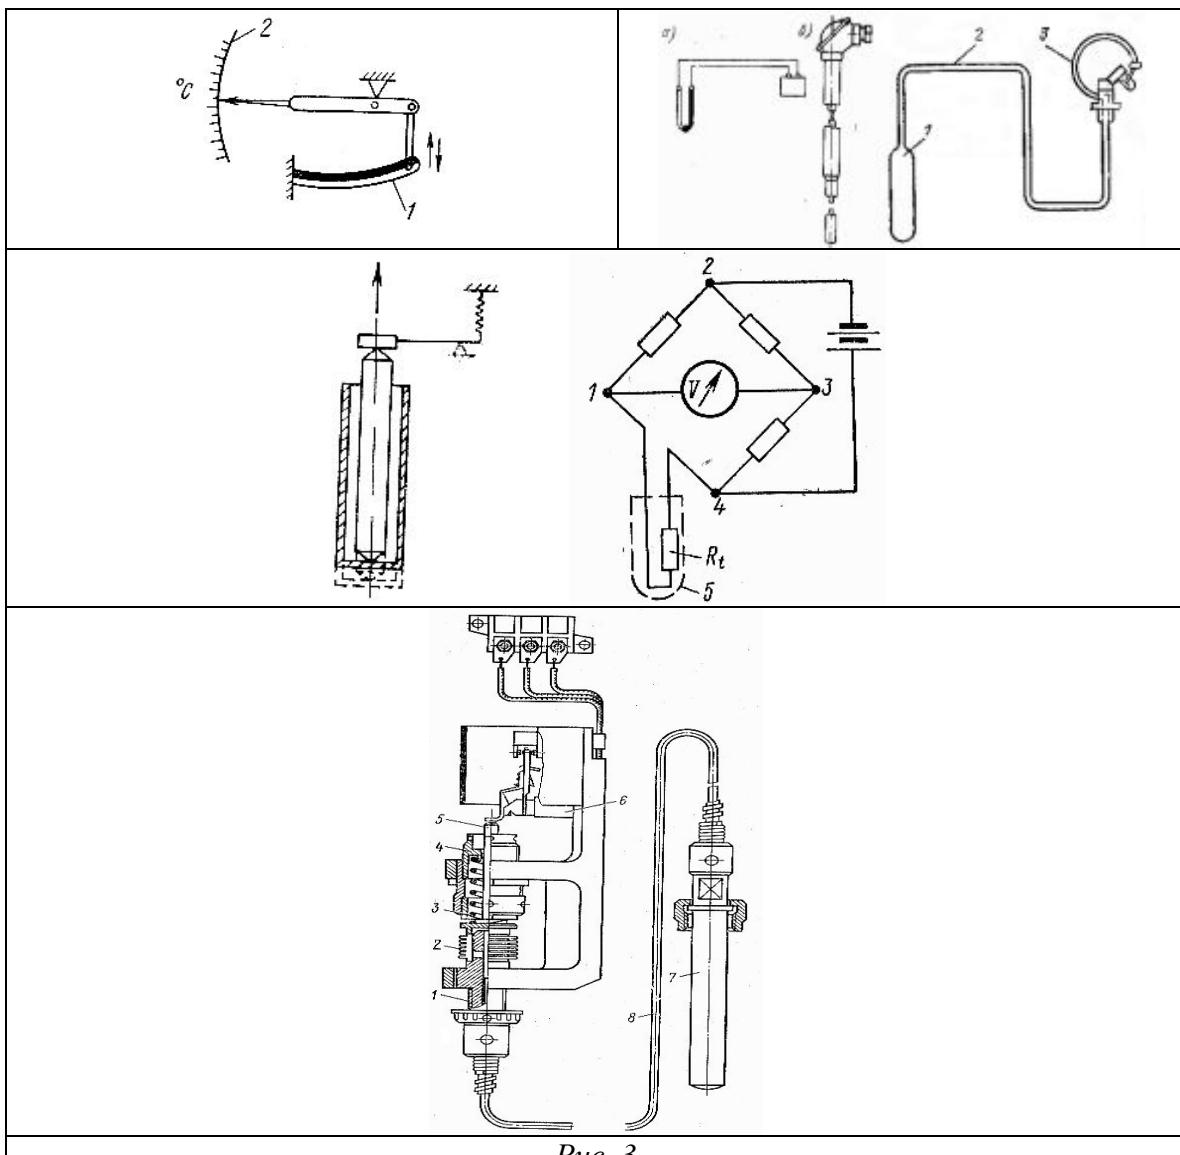

Рис. 3
3. Датчики частоты вращения в системах судовой автоматики. Принцип работы датчиков (рис.3). Применение в системах автоматики
3. Датчики и реле температуры в системах судовой автоматики. Принцип работы датчиков и реле (рис.3). Применение в системах автоматики